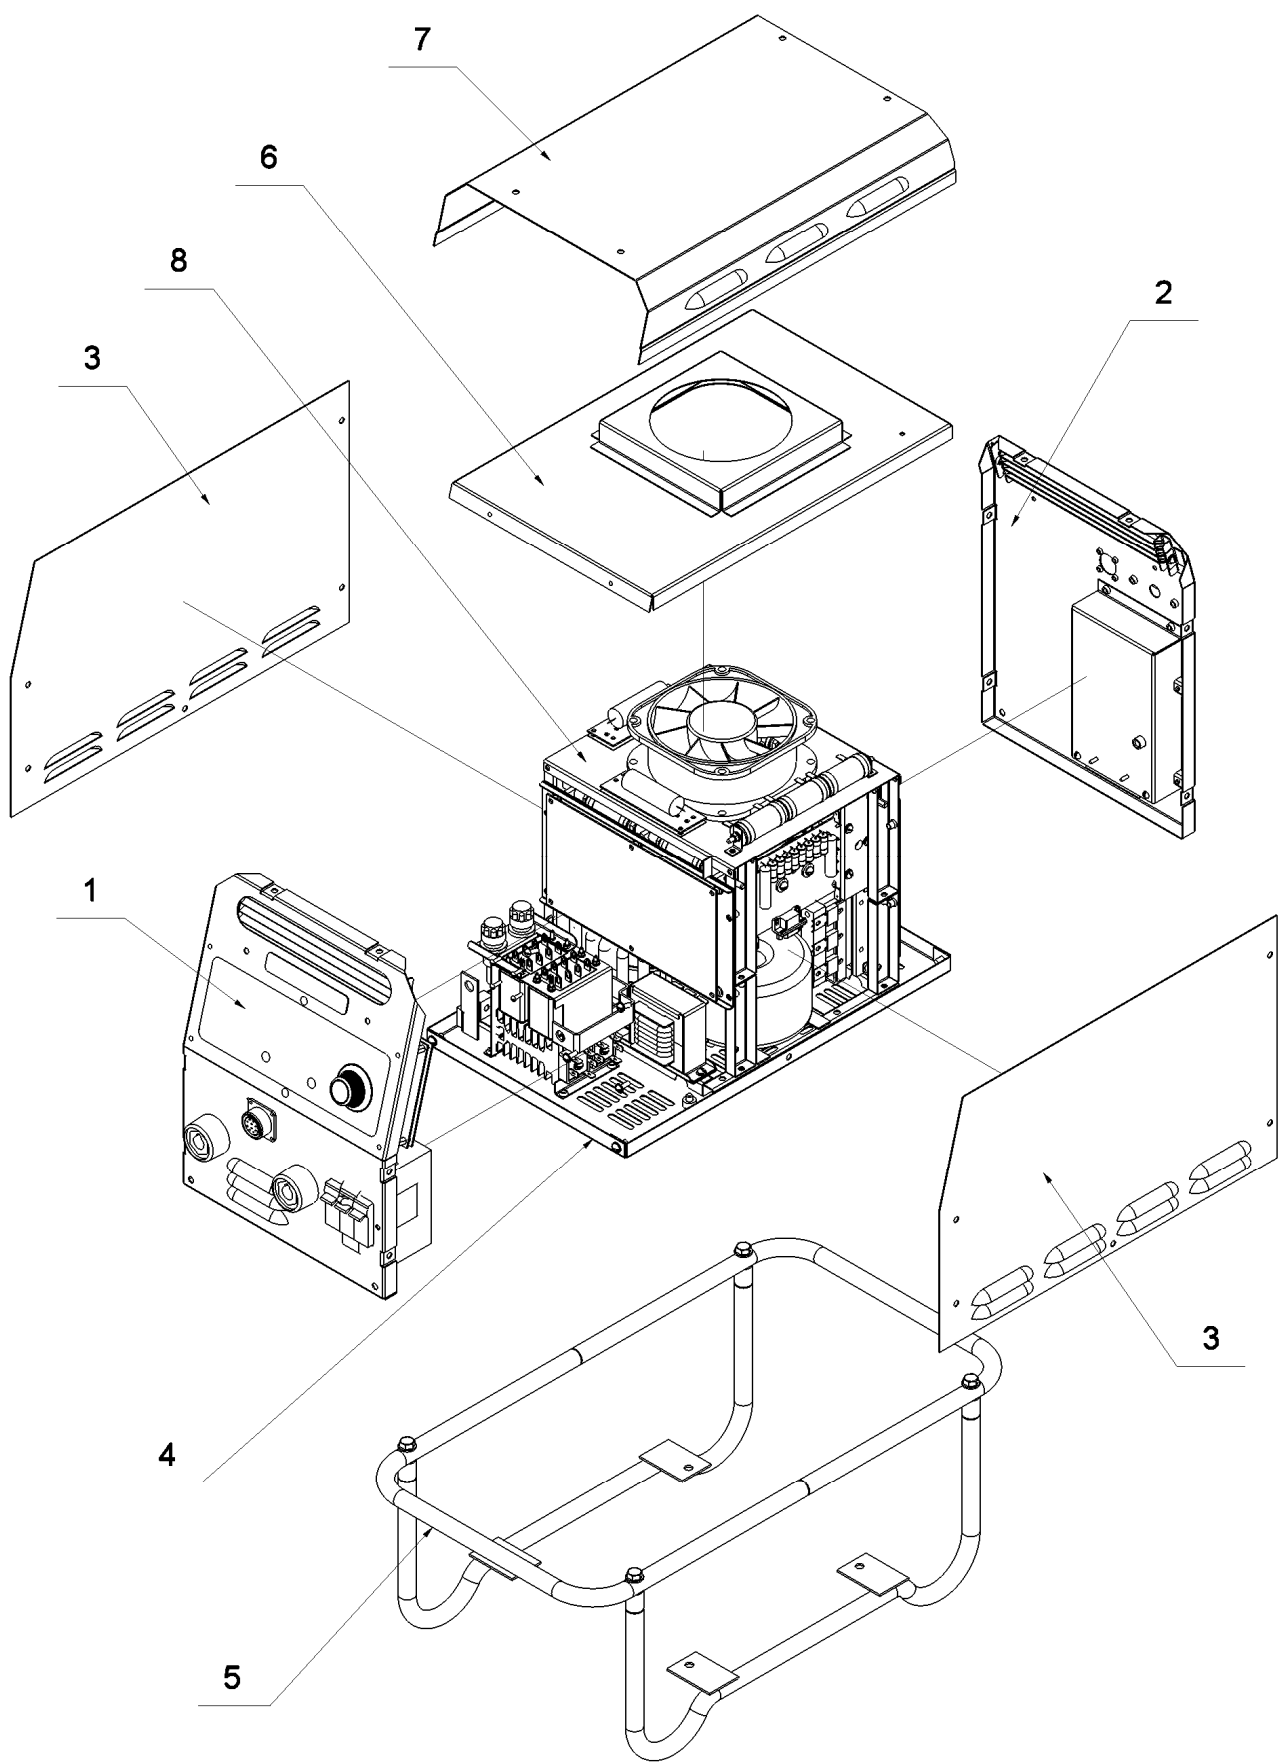

Рис. 5. Конструкция корпуса сварочного источника.
2.4.3. Корпус и узлы источника (Рис. 5) выполнены из листовой стали, что обеспечивает высокую прочность и жесткость конструкции. Внутренние узлы источника защищены антикоррозийным металлическим покрытием. Панели и стенки (поз. 1, 2, 3, 4, 6, 7) источника покрыты порошковой краской, что обеспечивает надежную защиту от коррозии и мелких повреждений.
2.4.7. Компоновка узлов источника выполнена таким образом, что охлаждающий воздух проходит сверху вниз через активные элементы. В верхней части корпуса расположен воздушный фильтр и вентилятор. Забор воздуха осуществляется через отверстия в верхней части корпуса источника, попадает в отсек фильтра, проходит через фильтр, захватывается вентилятором, проходит через радиаторы инверторного узла, далее через трансформатор, дроссель и радиаторы выходного источника, и выдувается через отверстия, расположенные на дне и нижней части корпуса. Таким образом, крупные и липкие частицы пыли задерживаются фильтром и остаются в отсеке фильтра, а мелкие проходят через источник и выдуваются наружу. Для очистки отсека фильтра достаточно снять верхнюю легкоъемную крышку (поз. 7, Рис. 5) корпуса и смести пыль.